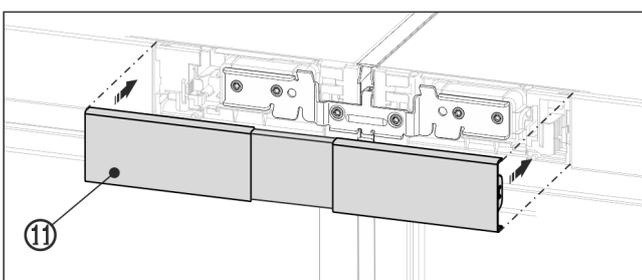

Fig. 24 Rappresentazione esemplificativa
- Innestare la copertura Fig. 24 (11) superiore sull'intercapedine ancora aperta delle due mascherine del quadro di comando. Fare attenzione che i lati esterni della copertura siano a filo con le mascherine del quadro di comando.